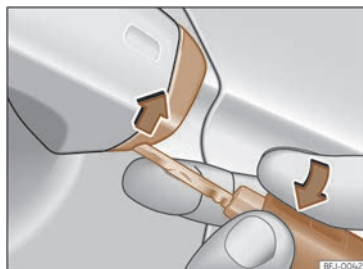

Fig. 51 Manecilla de la puerta del conductor: desprender la tapa haciendo palanca.
- Introduzca el espadín en la abertura inferior de la tapa de la manecilla de la puerta del conductor y eleve la tapa de abajo hacia arriba >>> fig. 51.